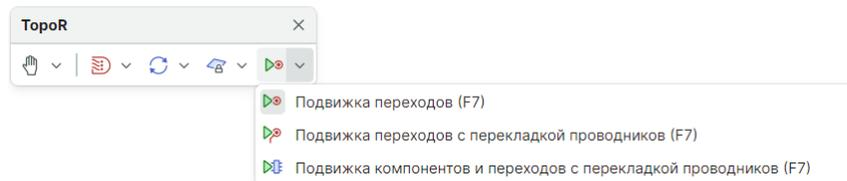

Рис. 412 Варианты подвижки переходов
4. Автопроцедура подвижки элементов, см. Рис. 412.